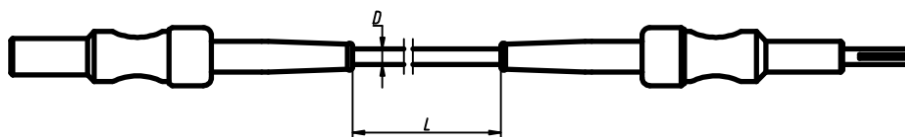

Fig.8 Diagrama do Cabo Monopolar
G. A estrutura de contorno do Cabo Monopolar é mostrada na Fig. 8 e na Tabela 8.